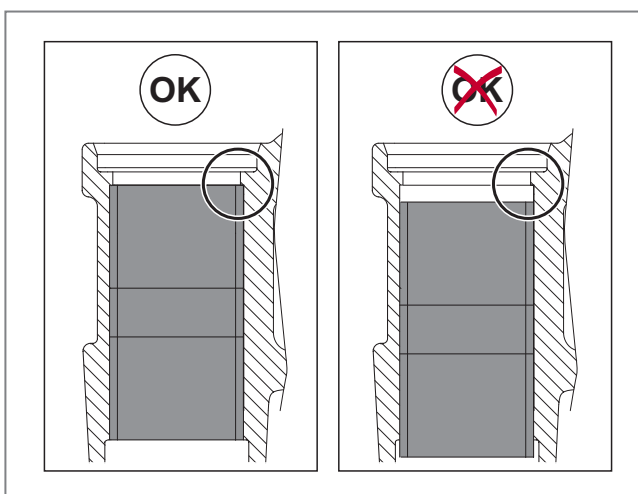

Abb. 67 - Korrekt/nicht korrekte Installation der Lagerbuchsen des Festlagers
4. Hören Sie damit auf, wenn sich die Lagerbuchsen korrekt am Innenrand der Positionierungsfläche für das Lager befinden, *siehe* ► *Abb. 67*. Der ordnungsgemäße Sitz der Lagerbuchsen ist wichtig. Ein übermäßiges Anziehen kann jedoch zur Beschädigung führen.